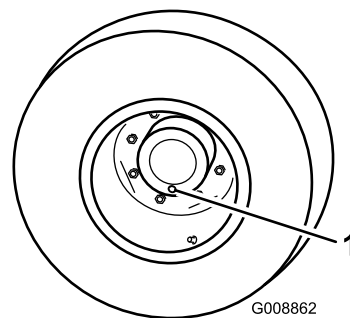

Figura 91
2. Posizionate una ruota in modo che uno dei tappi di controllo si trovi alla posizione inferiore (a ore 6) (Figura 91).